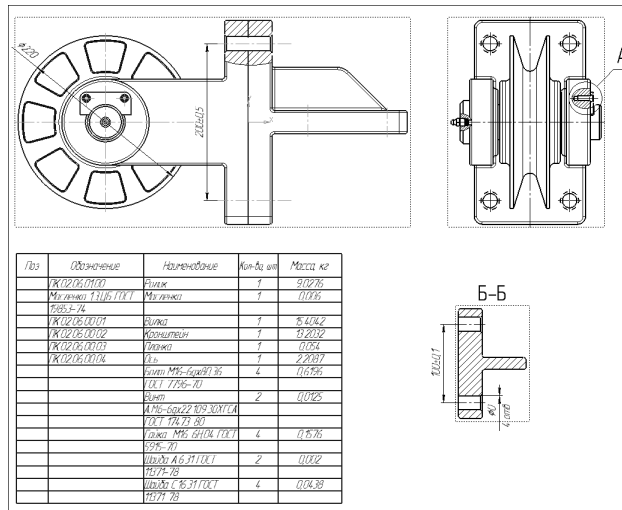

Рис. 84.16. Пример размещения отчета в чертеже
5. Сохраните отчет как отдельный документ при помощи команды **Сохранить текущий отчет как...** или разместите отчет в текущем чертеже при помощи команды **Создать отчет** (рис. 84.16).